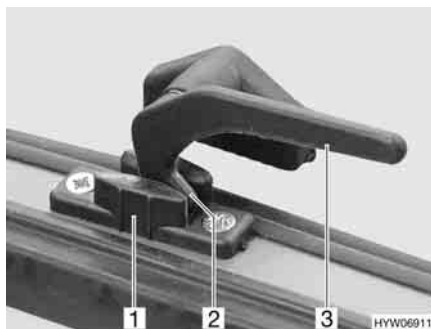

Fig. 37 Leva di serraggio in posizione "Aerazione continua"
- In posizione di "Aerazione continua" (Fig. 37)
- Ruotare la leva di serraggio (Fig. 37,3) di un quarto di giro verso il centro della finestra.
- Ruotare la leva di serraggio di un quarto di giro verso il telaio della finestra. Riportare contemporaneamente il nasello di chiusura (Fig. 37,2) nella rientranza della chiusura della finestra (Fig. 37,1).